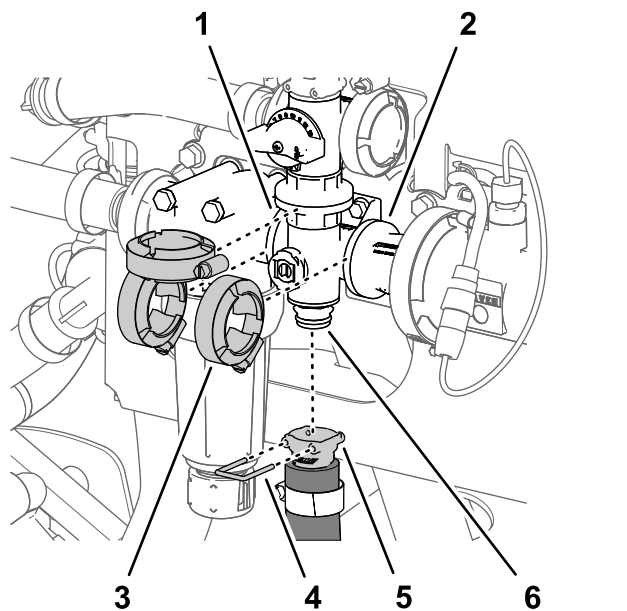

Figure 108
1. Retirez l'étrier qui fixe le raccord rapide du flexible d'agitation au collecteur de la vanne d'agitation (Figure 108).
2. Retirez les 3 colliers bride qui fixent le collecteur de vanne d'agitation aux brides de la tête du filtre sous pression et à l'adaptateur d'accouplement (Figure 108).